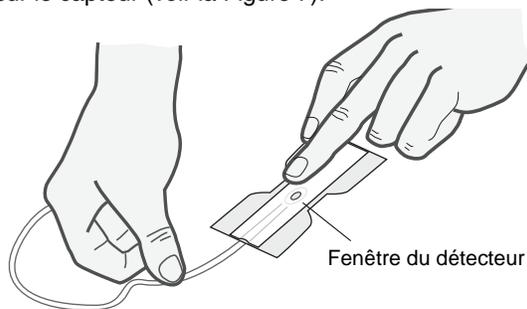

Figure 7
3. Placez le capteur de manière à pouvoir fixer le doigt sur le capteur (voir la Figure 7).